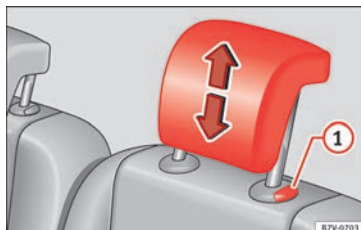

Abb. 150 Kopfstützeinstellung der zweiten der dritten Sitzreihe.
• Die Kopfstütze in Pfeilrichtung nach oben oder unten schieben »» **Abb. 149** oder »» **Abb. 150** ① durch Knopfdruck verstellen »» ⚠ in Kopfstützen aus- und einbauen auf Seite 156.